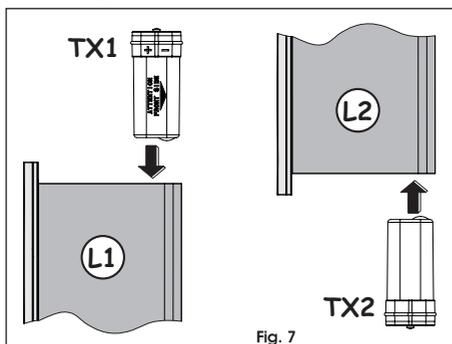

Fig. 7
**!** *Inserire le batterie (fornite a corredo) nei trasmettitori superiore ed inferiore, rispettando le polarità indicate sul contenitore plastico (TX1 e TX2 Fig. 7).*
- Inserire i trasmettitori alle estremità dei profili in gomma rispettando il senso indicato in Fig. 7, con la lente in prossimità del bordo frontale di rilevazione della costa.
- 4) Sostituire le pile rispettando le polarità indicate sul contenitore plastico (Fig. 7).